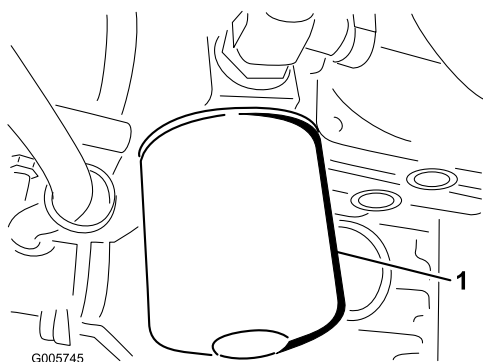

Figure 74
1. Nettoyez la surface de montage du filtre à huile hydraulique. Enlevez le filtre de la base (Figure 74) et nettoyez la surface de montage.